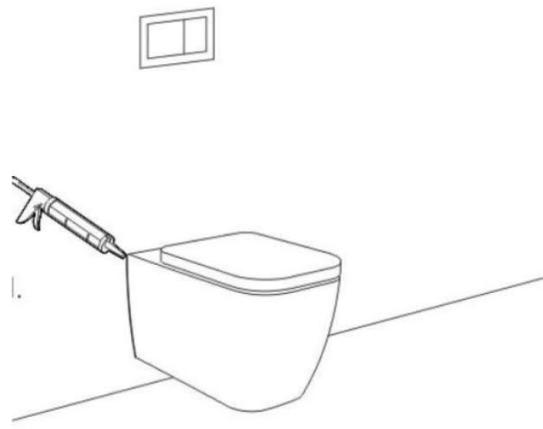

рис. 14
13. Герметизирующим клеем обработайте контактную поверхность между унитазом и стеной (рис.14)